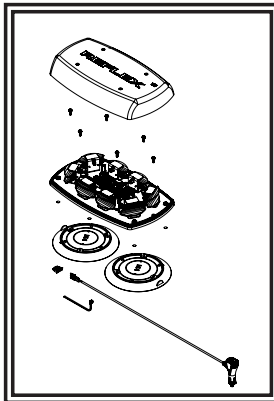

Figura 5
3. Coloque una arandela de estrella interna en el perno hexagonal cerrado M5 x 20 y haga pasar el perno por el orificio del imán de la ventosa como se muestra. Sostenga el conjunto del imán-perno con el perno atravesando el imán lo más posible y coloque la tuerca hexagonal y el vástago del perno a través de uno de los orificios de las 4 esquinas del lado inferior de la base de la Minibar. Mantenga la tensión en el perno y la tuerca sosteniendo el imán de la ventosa mientras aprieta el conjunto. Repita este proceso para las cuatro esquinas. Vea le Figura 5.